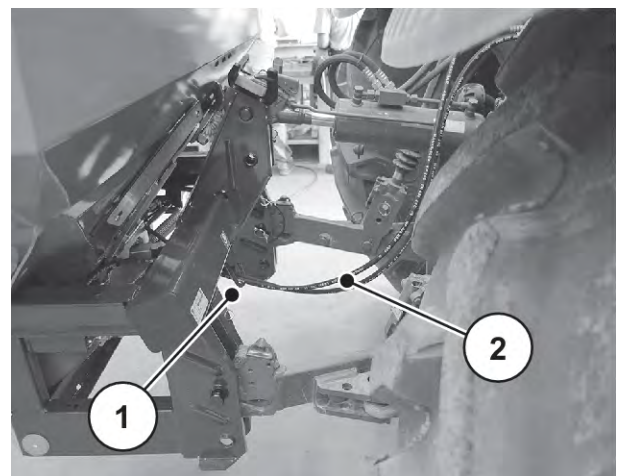

Рис. 25: Прокладка гідравлічних шлангів
- ▶ Прокладіть гідравлічні шланги під поперечною трубою. Див. *Рис. 25 Прокладка гідравлічних шлангів*